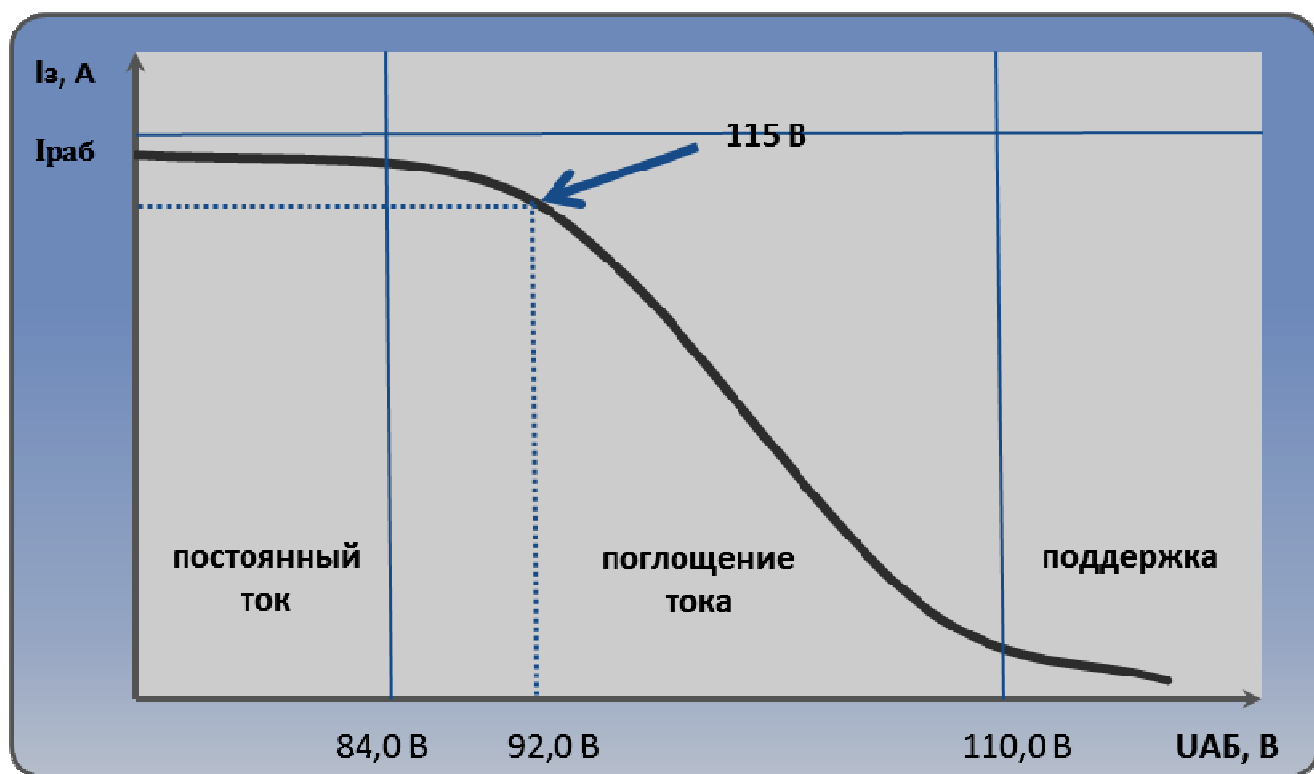

Рис.2. График работы зарядного устройства.
9.7. Примерный график заряда аккумуляторных батарей данным типом зарядного устройства приведен на рис. 2.